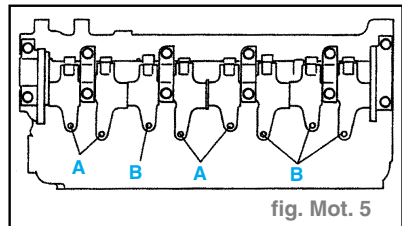

fig. Mot. 5
- Mesurer les jeux de soupapes en A avec le piston n°1 au PMH de la course de compression et les jeux de soupapes en B avec le piston n°4 au PMH de la course de compression. (fig. Mot. 5)
- Régler les jeux de soupapes en **A** avec le piston n°1 au PMH de la course de compression et les jeux de soupapes en **B** avec le piston n°4 au PMH de la course de compression. (fig. Mot. 5)